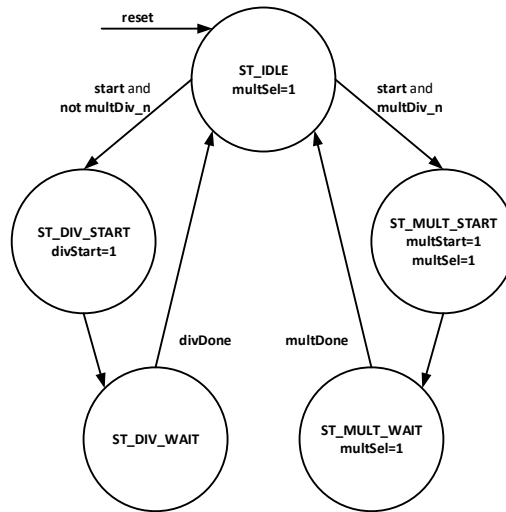

Figura 2 – Diagrama de estados e das saídas da FSM "MainCtrlUnit".
- O módulo “MainCtrlUnit” corresponde à unidade de controlo principal, cujo diagrama de estados é apresentado na Figura 2. Esta FSM é descrita apenas com um processo em VHDL. Nesta abordagem de modelação todas as atribuições ao sinal de estado e às saídas são realizadas num único processo e síncronas com o sinal de relógio. Em função do estado atual e das entradas é determinado o estado seguinte e as respetivas saídas, ou seja a forma de pensar é: cada vez que ocorre um flanco ativo do sinal de relógio, se o estado atual é “este” e as entradas são “estas”, então o estado seguinte e as respetivas saídas serão.... Esta abordagem só pode ser aplicada a máquinas de *Moore*, mas possui a vantagem das saídas serem registadas e atualizadas de forma síncrona com o *clock*, não apresentando *glitches*. Os *glitches* nas saídas nem sempre são críticos, mas podem ocorrer quando estas não são registadas e são produzidas por um circuito combinatório com diferentes atrasos entre as suas entradas e a saída.